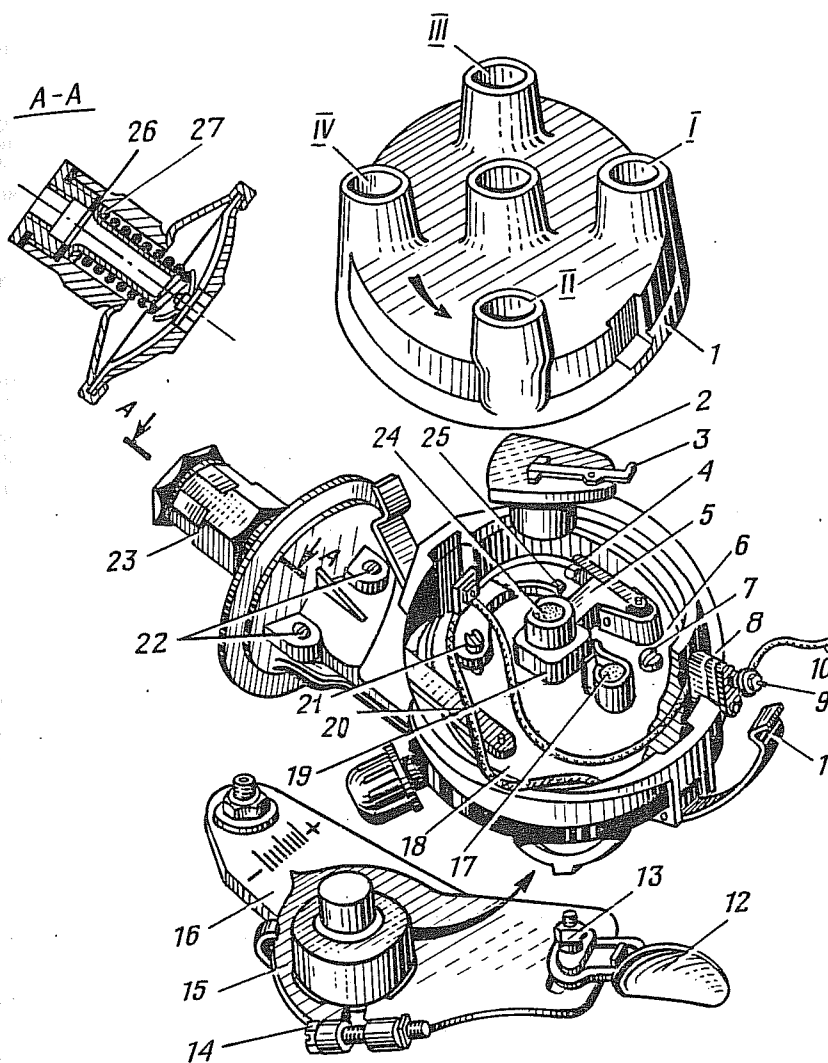

Рис. 93. Детали распределителя зажигания:
Вакуумный регулятор регулируется изменением толщины наборов регулировочных прокладок 26 (рис. 93) и 27: прокладками 26 регулируется максимальный угол опережения зажигания, а прокладками 27 — жесткость пружины.
1.3. Отсоединить от вывода 9 (рис. 93) распределителя провод 10, соединяющий катушку зажигания с распределителем (ключ 7).
2.4. Присоединить к распределителю провод 10 (рис. 93), соединяющий катушку зажигания с распределителем (ключ 7).
3.2. Откинуть защелки 11 (рис. 93), снять распределительную крышку 1 и ротор 2 распределителя зажигания.
4.3. Проверить положение ротора 2 (рис. 93): контактная пластина 3 ротора должна быть у контакта крышки с цифрой 1 (на корпусе у вывода 9 низкого напряжения). При другом положении следует ослабить болт 14, повернуть корпус выводом 9 к пластине ротора. Болт 14 не затягивать.
4.11.2. Ослабить гайку 13 (рис. 93) и рычагом 12 повернуть стрелку пластины 15 на необходимое число